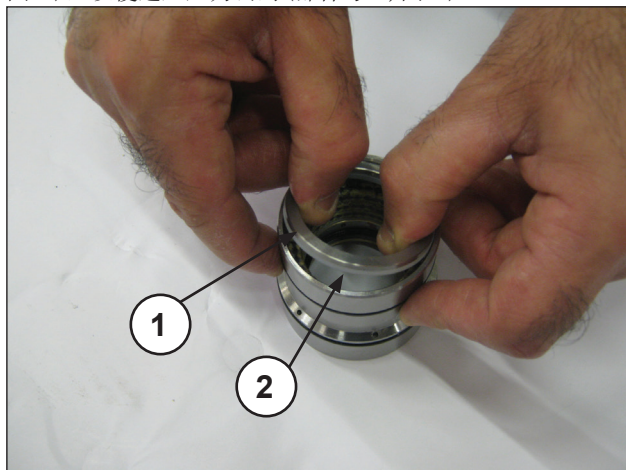
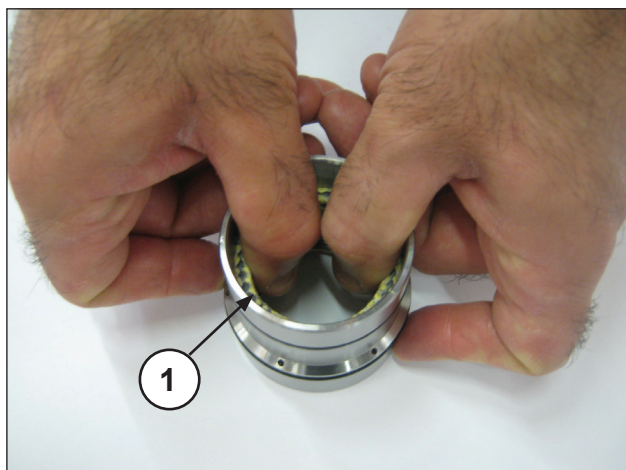

图48
图49
将衬垫支架与护套分开，取下弹簧环和刮环（部件号①②，图48），以便进入压力密封（部件号①，图49）。